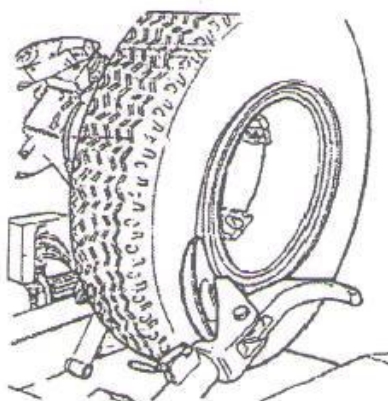

Рис. 7.19
- 7) Установить бортовое кольцо на обод колеса и блокировочное кольцо с помощью диска приспособления, как показано на рис. 7.19.
9) Установить блокировочное кольцо на обод колеса с помощью диска отрыва борта, как показано на рис. 7.19.